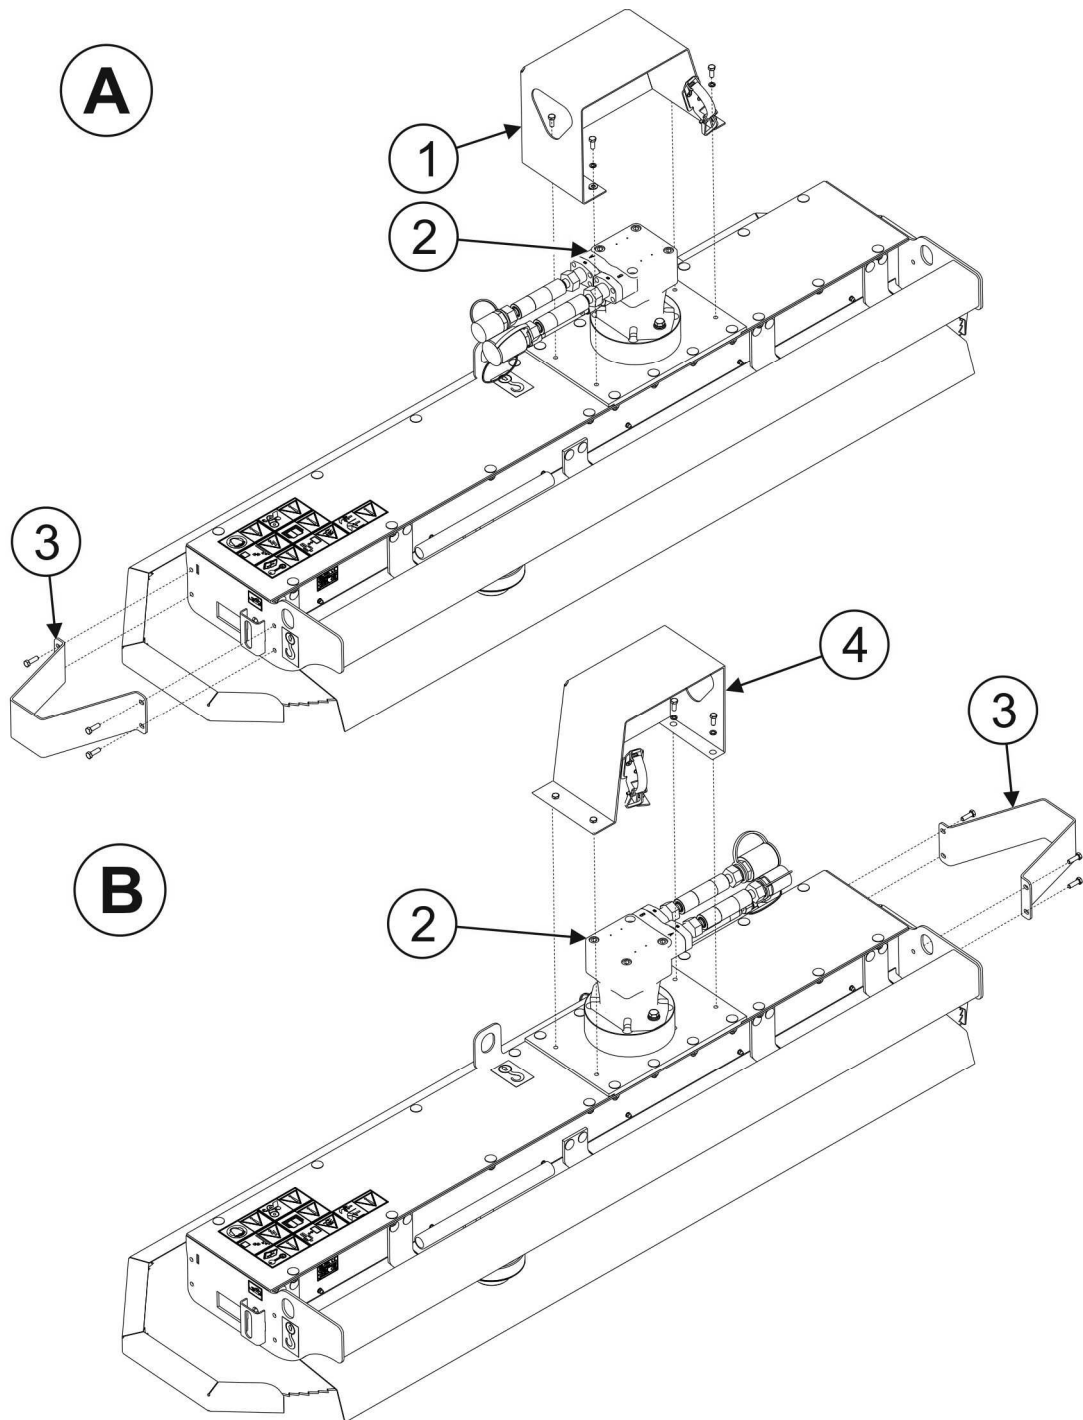

Abb. 4.2 Anpassung des Aufbaus der Säge an den Betrieb mit einem sich auf der linken Seite befindenden Ausleger.
(1) - Kopf des Multifunktionsauslegers; (2) - Tragbalken; (3) - Befestigungsschrauben der Astsäge; (4) - Schnellkupplungen des Multifunktionsauslegers; (5) - Schnellkupplungen des Hydraulikmotors an der Astsäge.
In der Standardausführung ist die Säge für den Anbau an einen sich auf der rechten Seite des Schleppers befindenden Ausleger ausgelegt. Wenn die Säge an einen sich auf der linken Schlepperseite befindenden Ausleger angeschlossen werden muss, muss der Hydraulikmotor (2) (ABBILDUNG 4.2) um 180 Grad gedreht und die linke Schutzabdeckung (4) (Zusatzausstattung) angebracht werden, die auf den umgedrehten Hydraulikmotor ausgelegt ist. Die seitliche Abdeckung (3) der Säge muss von der linken auf die rechte Seite des Gehäuses verlegt werden (ABBILDUNG 4.2).
- Die Astsäge über den Haken des Auslegerkopfes anheben (ABBILDUNG 4.2)